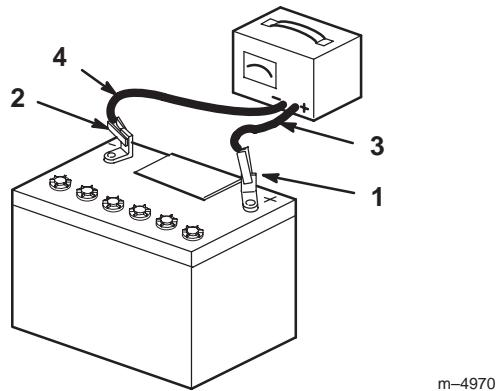

Bild 65
- Ziehen Sie, wenn die Batterie voll geladen ist, den Stecker des Ladegeräts aus der Dose. Klemmen Sie dann die Klemmen des Ladegeräts von den Batteriepolen ab (Bild 65).